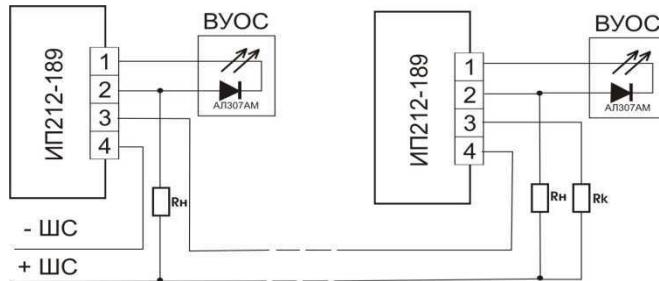

Рисунок 1
Внимание потребителя! Схема включения извещателей ИП212-189 в шлейф приведена на рис. 1
4.5 Контакты “1” и “2” клеммника можно использовать для подключения внешнего устройства оптической сигнализации (ВУОС), в соответствии с рис. 1.